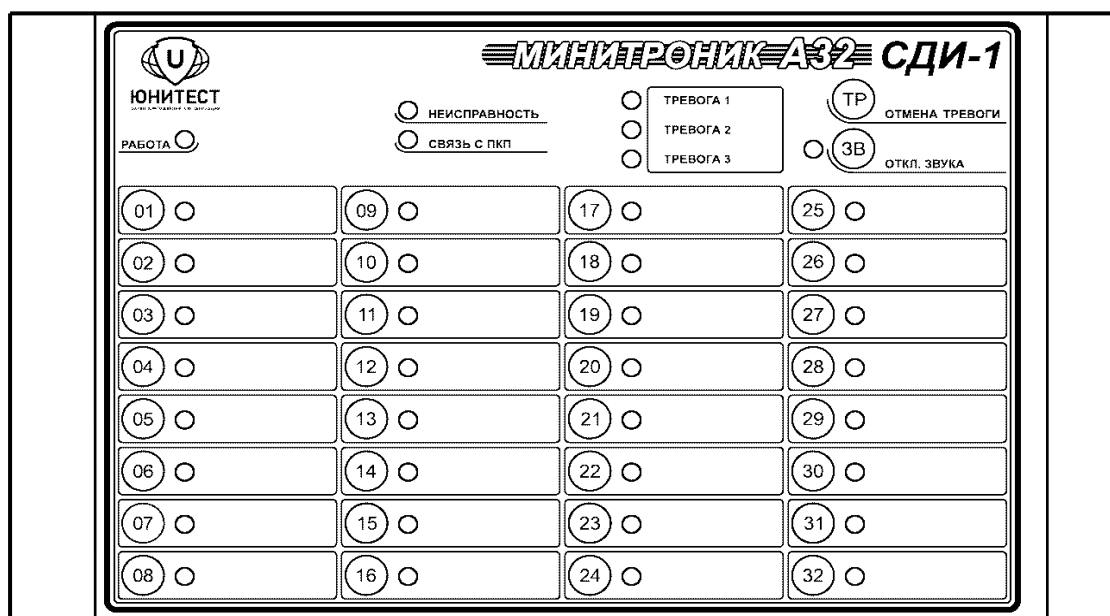

Рис.1. Внешний вид СДИ «Минитроник А32».
1.4. Внешний вид СДИ показан на рис.1.